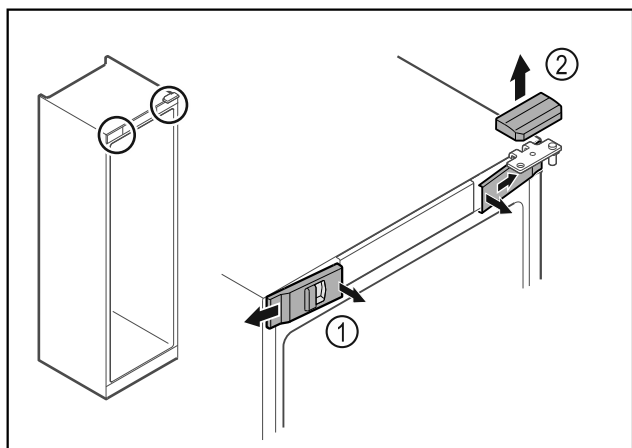

Fig. 5
- ▶ Pattintsa ki belül az elülső burkolatot Fig. 5 (1), és tegye félre.
- ▶ Vegye le felfelé a felső burkolatot Fig. 5 (2).